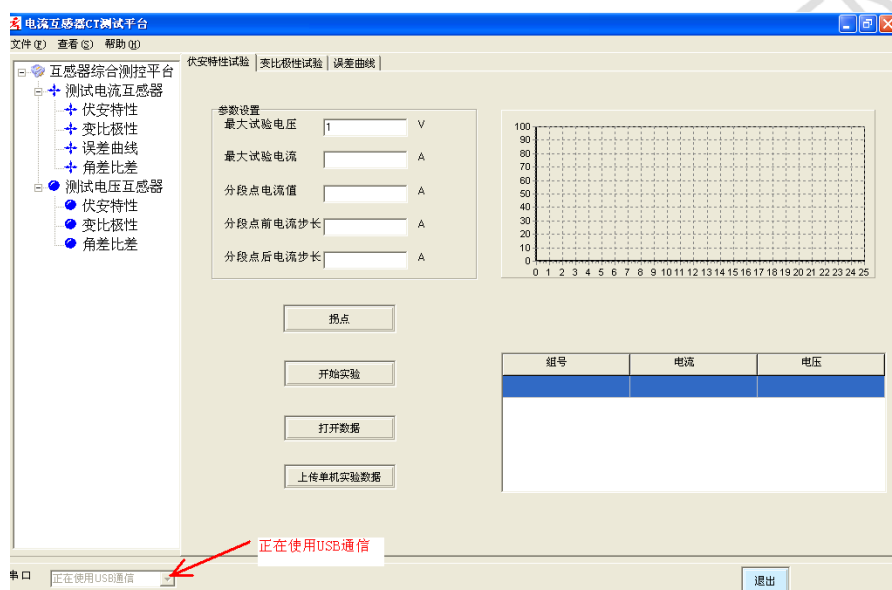

图 25
4. 打开上位机软件“互感器综合测试平台”, (见图 25)。如果连接正常, 则界面的左下方显示“正在使用 USB 通信”, 如图中显示。